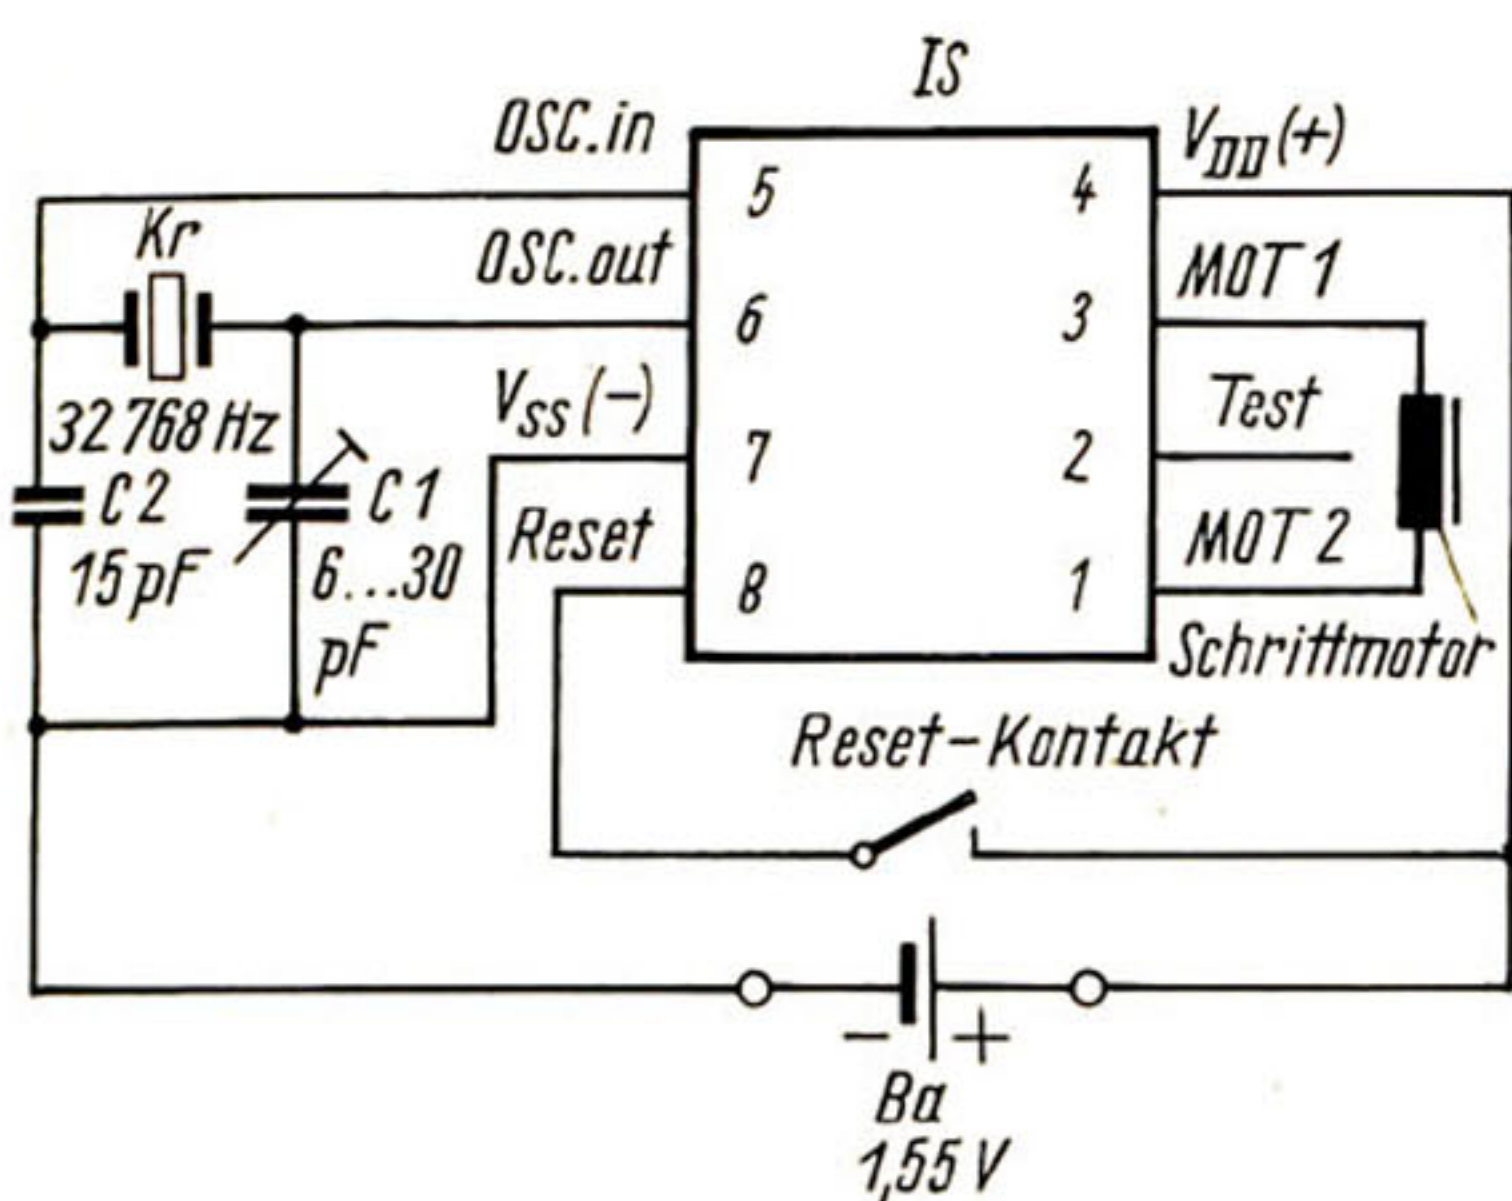

Bild 7
Der Stromlaufplan ist im Bild 7 gezeigt. Wie unter den technischen Daten zum integrierten Schaltkreis (3) bereits vermerkt, sind Oszillator, Frequenzteiler und Ausgangstreiber integriert. Zur vollständigen äußeren Beschaltung gehören noch der Quarz (2), der Trimmer (4), der Chip-Kondensator (5), die Motorspule (11) und die Zelle. Die Zellenspannung wird der Leiterplatte (1) über eine Brücke (29) und eine Feder (28) zugeführt. Der Pluspol der Zelle ist an das Werkgestell aus Metall gelegt, das somit als Leiter dient. Der Chip-Kondensator (5) dient zur Grobeinstellung der Oszillatorfrequenz. Der Feinabgleich geschieht mit Hilfe des Trimmers (4) unter Zuhilfenahme von entsprechenden Meßgeräten, die die Kontrolle der Oszillatorfrequenz während der Verstellung des Trimmers (4) zulassen. An den Ausgängen 1 und 3 des IS ist die Wandler-spule (11) angeschlossen. Der elektrische Kontakt zur Spule wird beim Aufschrauben der bestückten Leiterplatte (10) auf das Uhrwerk dadurch hergestellt, daß die an die Leiterplatte gelöteten Federn (7) auf Kontaktplättchen drücken, die ihrerseits am Kern der Motorspule (11) befestigt sind und an Anfang bzw. Ende des Spulendrahtes gelötet sind. Der Kontakt (6) und damit der Anschluß 8 (Reset) des IS (3) werden beim Ziehen der Krone an Plus-Potential gelegt. Dadurch erscheint an den Ausgängen 1